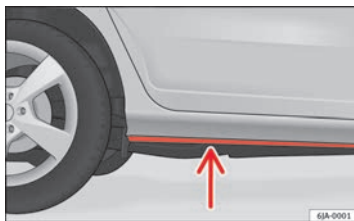

Fig. 113 Guado
- prima di entrare nell'acqua, determinarne la profondità. Al massimo l'acqua può arrivare a lambire il longherone inferiore del veicolo ⇒ fig. 113.